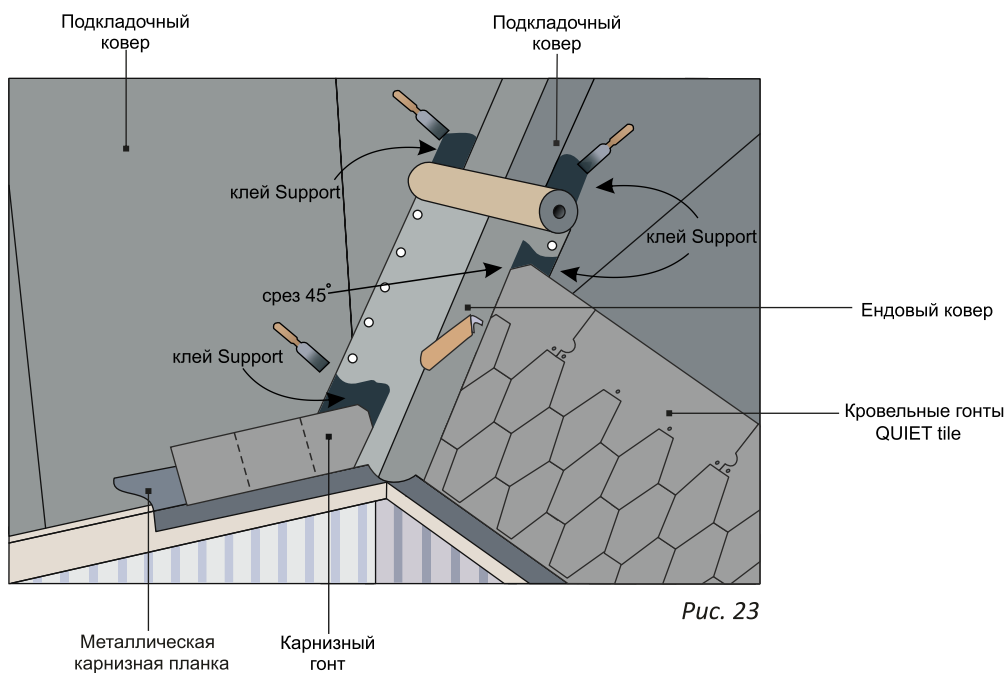

Рис. 23
- Ендовый ковер в области оси ендовы необходимо оставить открытым на 150 - 200мм. Края гонтов приклеивают к ендовому коврау клеем Support, что предотвращает проникновение накапливающейся в ендове воды под гонты. Необходимо обрезать верхний угол края гонта, приходящего в область ендовы, под углом в 45 градусов (рис.23);